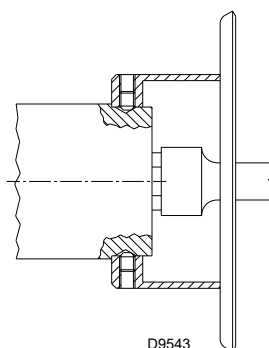

Fig. 18
- install the nozzle 1)(Fig. 18);